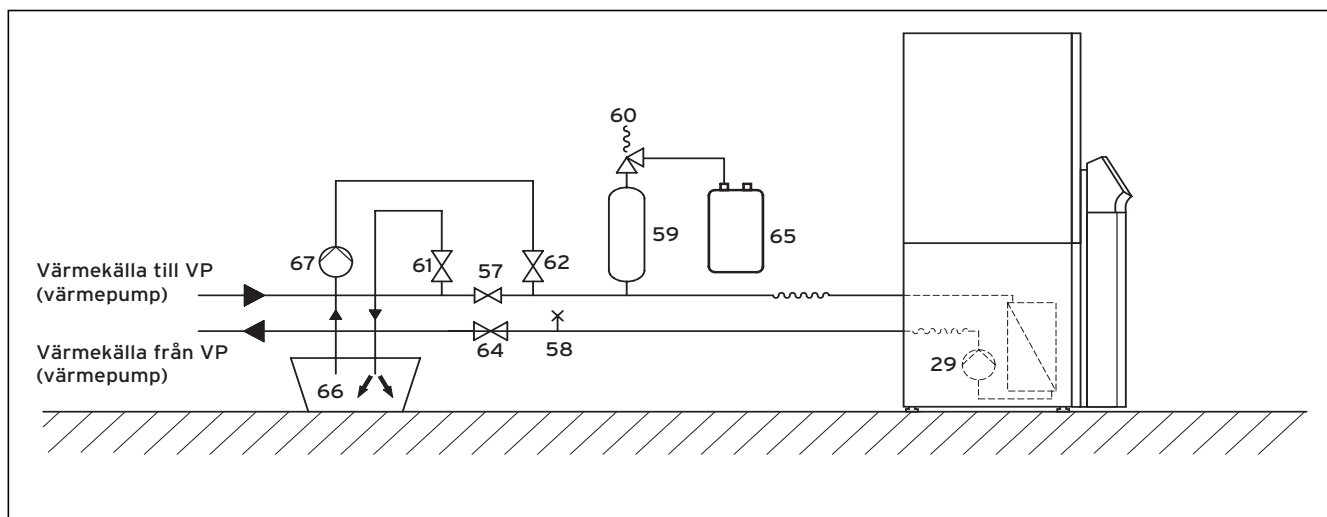

Bild 5.4 Brinekrets
Teckenförklaring till bild 5.4
- Blanda vatten och frostskyddsmedel i en behållare (t.ex. en plastdunk, se bild 5.4, pos. **66**). Blanda till föreskriven koncentration. Var mycket noga vid blandningen.
- Öppna avstängningsventilen (se bild 5.4, pos. **57**) så att luften släpps ut mellan avstängningsventilerna (**61**) och (**62**).